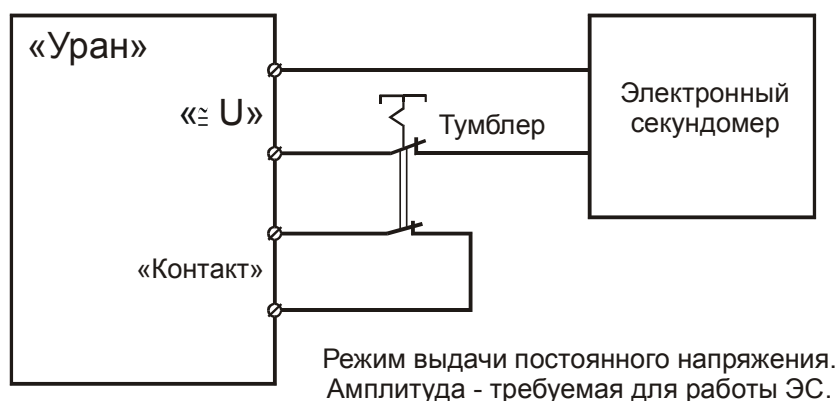

Рисунок 1 – Схема соединения приборов при контроле измерения времени
6.2.16. Для опробования в режиме измерения времени соберите схему рис. 1.